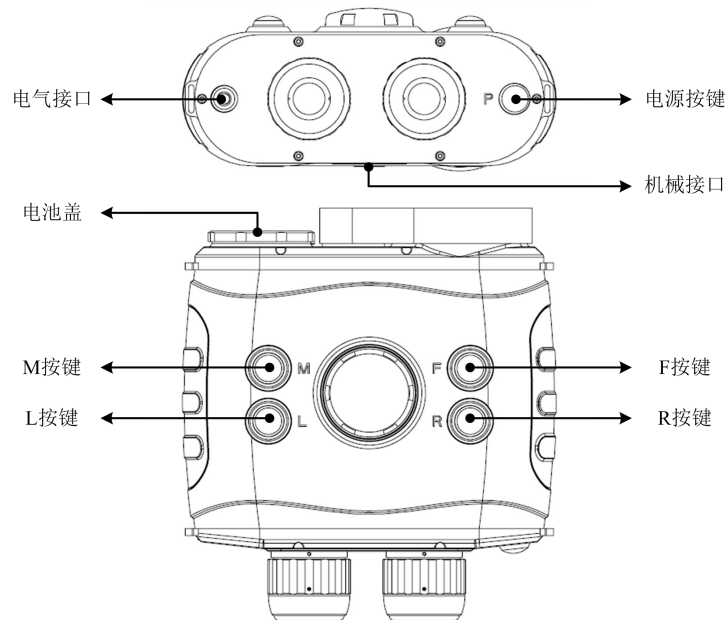

图 1：人眼安全手持激光测距仪主机功能说明
- 将本测距仪主机标准 1/4 英寸三脚架接口固定于三脚架快装板（1/4 英寸三脚架接口位置如图 1 所示位于测距仪底部中心）；
该款激光测距仪配有 9 芯插座，插座位置如图 1 所示，定义如表 2 所示。